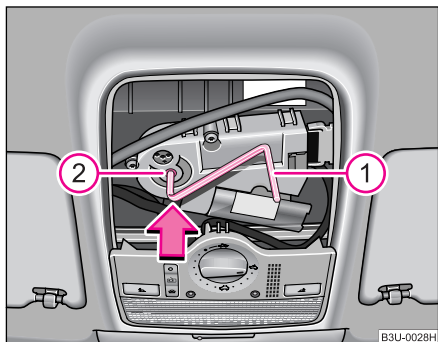

Fig. 33 Plafonul: Acționarea în caz de urgență
- Apăsați manivela ① până la limită în orificiul hexagonal ② ♥ fig. 33.